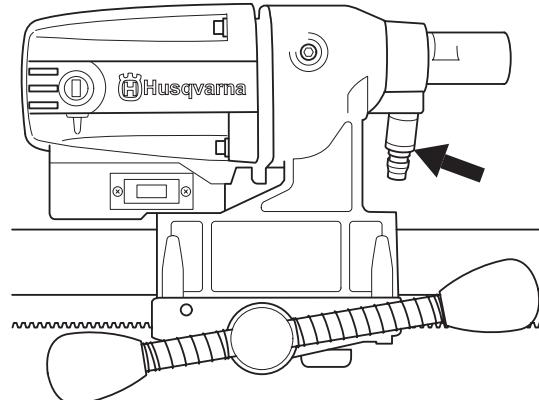

Рис.8
- Присоедините к машине водяное охлаждение (рис. 8).